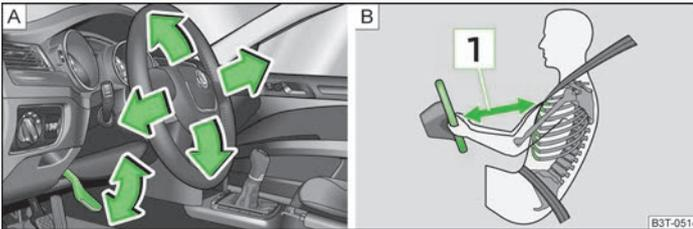

Abb. 112 Verstellbares Lenkrad: Hebel unter dem Lenkrad / Sicherer Abstand zum Lenkrad
- Einen Abstand zum Lenkrad von mindestens 25 cm 1 einhalten » Abb. 112 auf Seite 107 - B. Wenn Sie den Mindestabstand nicht einhalten, kann Sie das Airbag-System nicht schützen - Lebensgefahr!
- Den Hebel unter dem Lenkrad nach unten schwenken » Abb. 112 - A.